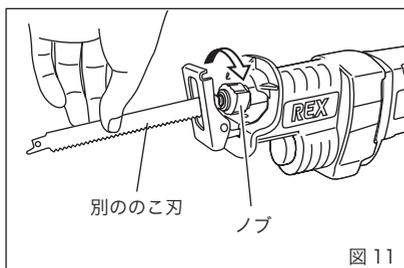

図 11
- (1) 折れたのこ刃の一部がスピンドルのスリットから飛び出している場合は、ノブを回して飛び出している部分を引張って取りはずしてください。
- (2) 折れたのこ刃がスリットの内部にかくれている場合は、図 11 のようにノブを矢印の方向に回して別ののこ刃の先端部分を使って、折れたのこ刃を引っかけて取りはずしてください。